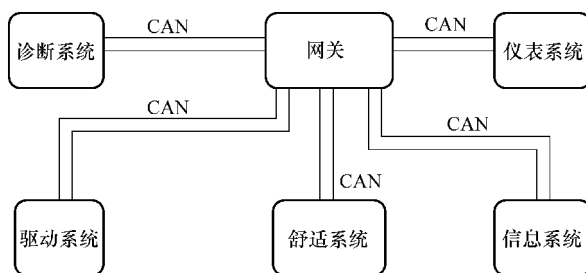

图 10-50 途安 CAN 总线系统
(3) 根据不同性能要求分类 CAN 总线系统可以分为 5 个不同的区域，它们分别为驱动系统、舒适系统、信息系统、多功能仪表、诊断总线 5 个局域网，然后通过网关连接，如图 10-50 所示。